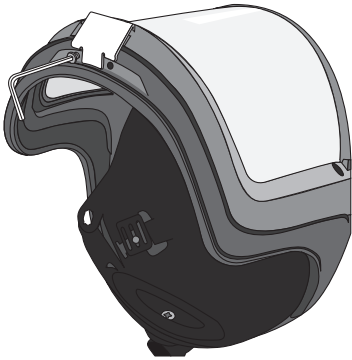

Fig. 6
8. Utiliser les deux vis fournies et une clé hexagonale 5/64 (2 mm) pour fixer le verrou en place, comme l'illustrent les Fig. 6 et 7. Serrer les vis à la main jusqu'à ce qu'elles soient bien serrées, mais pas trop.